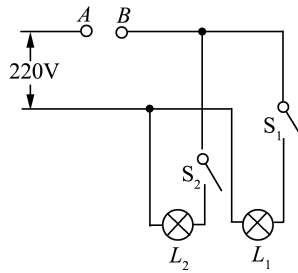

图 1-14 电路图
6. 图 1-14 是刚安装的家庭电路的电路图。电工师傅为了检验电路是否出现短路,在准备接入保险丝的 A、B 两点间先接入一盏“PZ200-15”的检验灯。